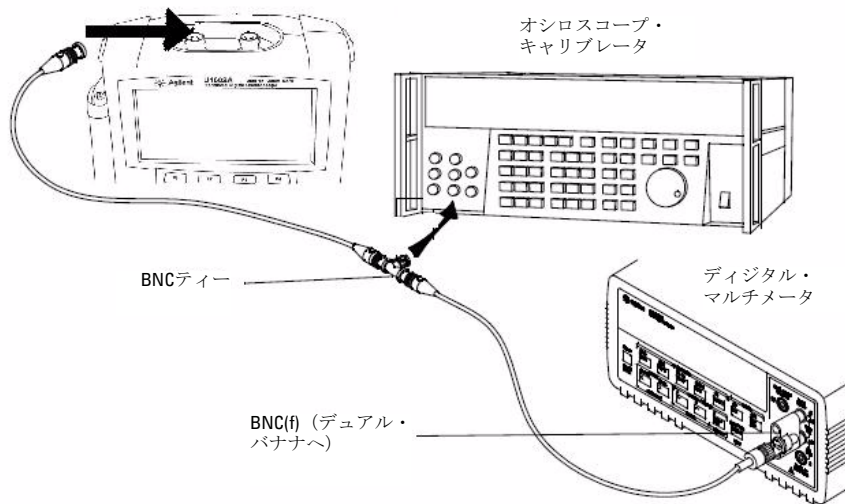

図7-1 キャリブレータから測定器/デジタル・マルチメータへのテスト接続
- 3 図7-1のように、BNCティーとケーブルを使って、キャリブレーション/電源を測定器とマルチメータに接続します。